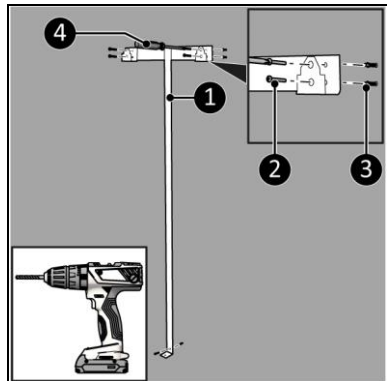

Abbildung 7
4. Platzieren Sie die Wandhalterung an der Wand und markieren Sie die fünf Löcher (Abbildung 7).
6. Platzieren Sie die Dübel (Abbildung 7, Pos. 3).
7. Schrauben Sie die Wandhalterungen (Abbildung 7, Pos. 1) mit fünf großen Schrauben (Abbildung 7, Pos. 2) mit einem Phillips Kreuzschlitzschraubendreher (Abbildung 7, Pos. 4) an die Wand.